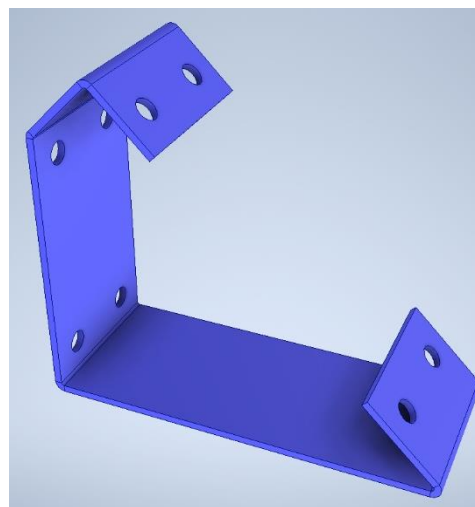

Fig.17
- 2-Posizionare la “staffa a 45°” e fissarla a muro sul punto prefissato con viti e tasselli adeguati al peso e al materiale su cui fissare il pannello solare (Fig.17)